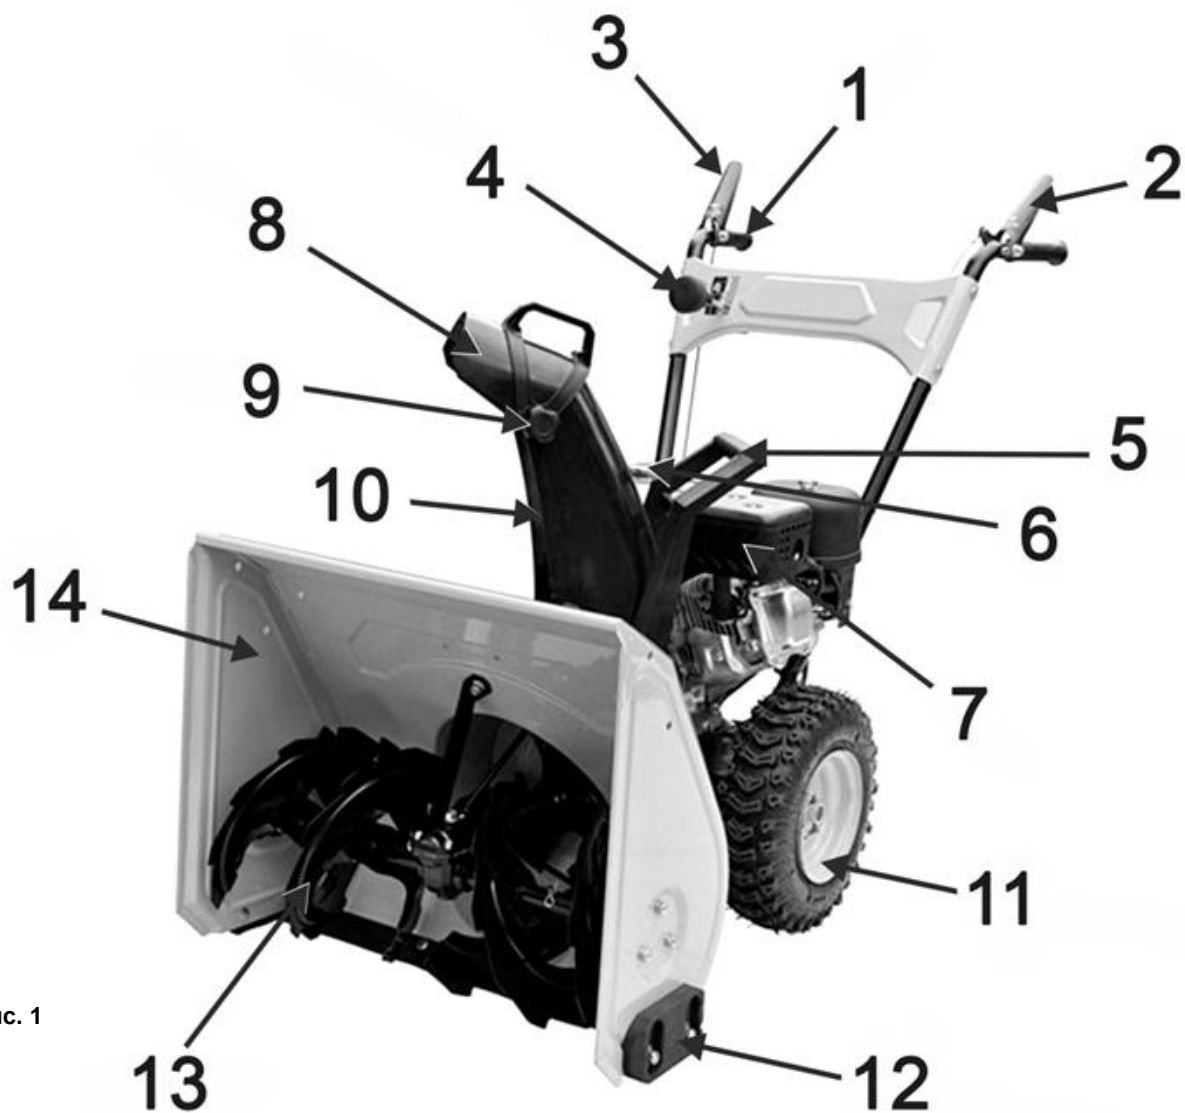
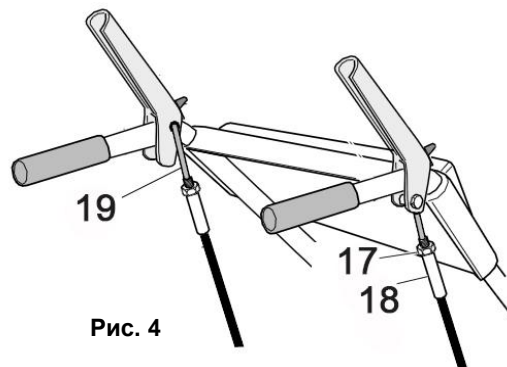
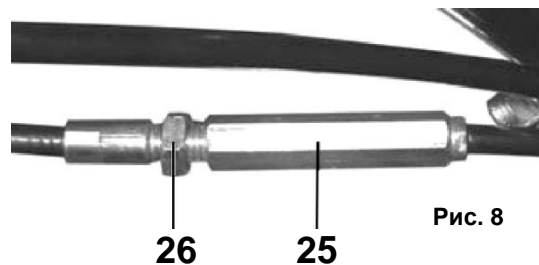

Рис. 1
Рис. 4
Рис. 8
- Снегоуборщик вращением лопастей шнека (13)(См. Рис.1) убирает снежный покров с ровных площадей, и через снегоотвод (10) выбрасывает его в выбранную сторону.
- Шнек (13)(См. Рис.1) представляет собой винтовой механизм в виде стержня с наклонными лопастями, приводимый в действие двигателем. Шнек захватывает, и транспортирует снежную массу внутрь
- Выбор направления отвода снега устанавливается вручную поворотом рукоятки (5)(См. Рис.1)
- Снегозаборник (14)(См. Рис.1) служит для захвата снега и направления его потока в рабочую зону снегоуборщика (на шнек).
### **Рычаг привода колес (2)(См. Рис.1)**
- При нажатии рычага привода колес (2), включается система привода, и снегоуборщик начинает движение.
- При отпуске рычага привода колес (2), привод отключается, и снегоуборщик прекращает движение.
### **Рычаг привода шнека (3)(См. Рис.1)**
- При нажатии рычага привода шнека (3), включается система привода, и лопасти шнека (13)(См. Рис.1) начинают вращение.
### **Рычаг переключения скоростей (4)(См. Рис.1)**
- Для изменения скорости и направления движения: остановите снегоуборщик и вращение шнека, переведите рычаг (4)(См. Рис.1) в соответствующее выбранному режиму движения положение.
- Установите желоб снегоотвода (10)(См. Рис.1) на выпускной канал импеллера.
- Установите в отверстие на рычаге управления (2; 3)(См. Рис.1) верхний Z-образный конец троса (19)(См. Рис.4).
- Закрутите на резьбу Z-образного хвостовика втулку троса (18). Закрутите гайку (17) к втулке (18)(См. Рис.4).
- Установите / замените ограничительные башмаки (12)(См. Рис.1; 7) с каждой стороны снегозаборника.
- Рычаги приводов колес и шнека (2) и (3) должны прижиматься к рукояткам руля управления (1)(См. Рис.1) без чрезмерных усилий.
- Проверьте работу рычагов привода колес (2) и шнека (3)(См. Рис.1).
- Рычаги (2) и (3) должны полностью прижиматься к рукоятке управления. Если этого не происходит, значит, тросики перетянуты, и их необходимо ослабить.
- Отрегулируйте приводные тросы с помощью резьбовой втулки (25)(См. Рис.8), расположенной в средней части троса.
- Для натяжения тросика: ослабьте гайку (26), а затем переместите резьбовую втулку (25) вверх и затяните гайку (26)(См. Рис.8) до втулки.
- Для ослабления тросика: ослабьте гайку (26) и переместите резьбовую втулку (25) вниз и затяните гайку (26) до втулки.